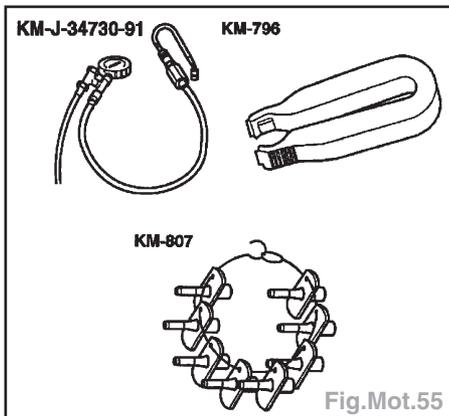

Fig.Mot.55
- Outils nécessaires (Fig.Mot.55) :
Outils nécessaires (Fig.Mot.55/61).